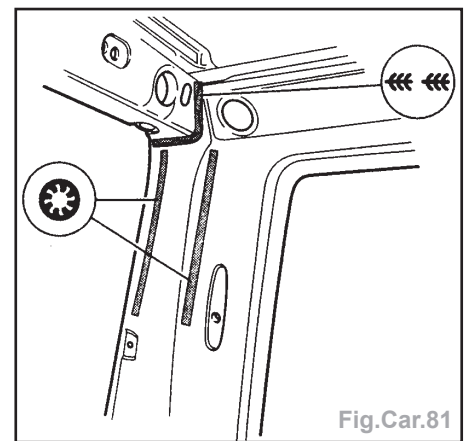

Fig.Car.81
- Souder la zone d'accostage avec le cadre de pavillon en cordon discontinu sous gaz de protection (Fig.Car.81).